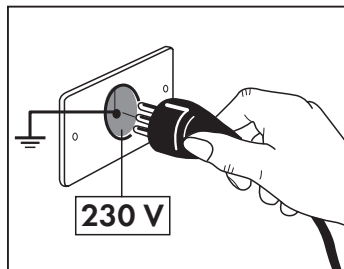

Fig. 1
- Asegúrese de que la instalación eléctrica de red (230V-50Hz) esté equipado con sistema de puesta a tierra y interruptor de circuito de protección, de acuerdo con las disposiciones de las normativas existentes en materia **(Fig. 1)**